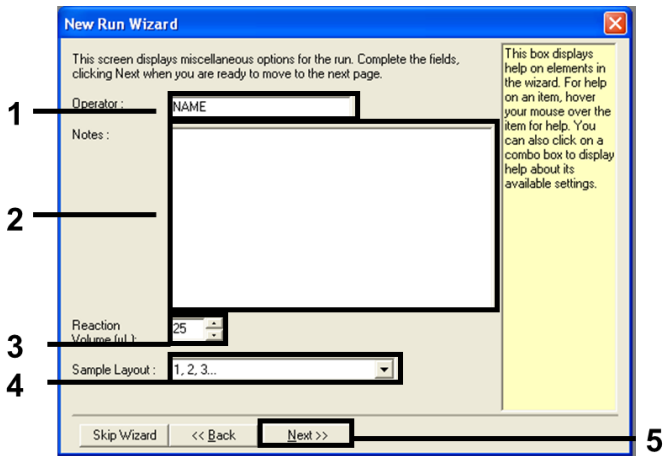

Figure 2. Entrer le nom de l'opérateur et les volumes réactionnels.
4. Saisir le nom de l'opérateur dans le champ Operator (Opérateur). Ajouter toute remarque et configurer la valeur du champ Reaction volume (Volume réactionnel) sur 25. Vérifier que les valeurs 1, 2, 3... figurent dans le champ Sample Layout (Répartition des échantillons). Cliquer sur Next (suivant) (figure 2).